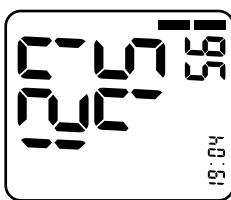

Bild 4
- Am Ende der Messung wird die Manschette automatisch entlüftet. Die ermittelten Werte von Systole, Diastole und Puls werden im Display angezeigt (Bild 4).
- Drücken Sie dann die Speicher-Taste erneut und halten Sie die Taste gedrückt, bis die Messwerte durch Nullen ersetzt werden (Bild 4). Der Speicher ist nun gelöscht.